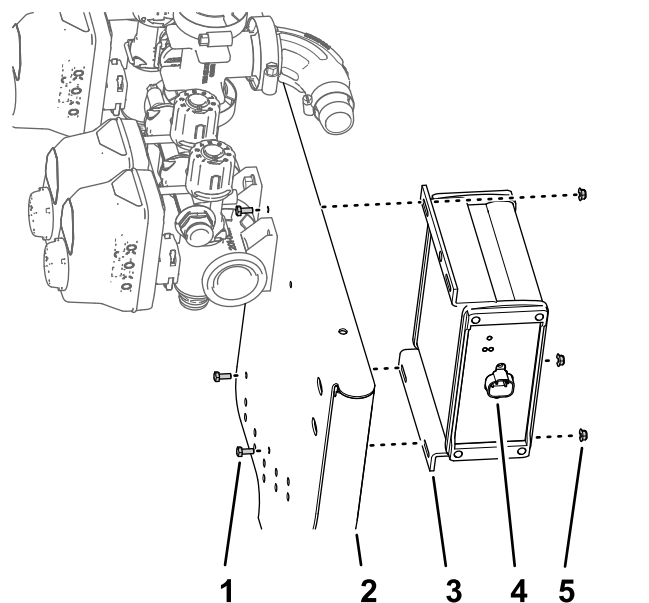

Figura 97
1. Alinhe o controlador do pulverizador ASC 10 para o lado dianteiro da montagem da válvula com o conector de quatro pinos para fora (Figura 97).
2. Monte o controlador do pulverizador na montagem da válvula (Figura 97) com os quatro parafusos (3 x 10 mm) e as quatro porcas de bloqueio flangeadas (3 mm).